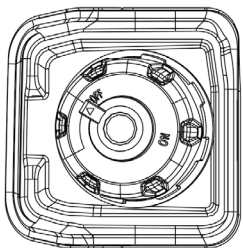

рис. 5
4. Переключите воздушный клапан в верхней части топливной крышки в положение «Вкл/ON» (рис. 5).